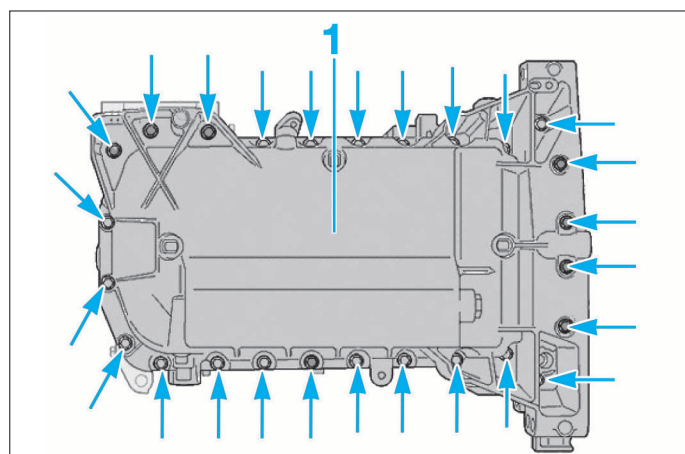
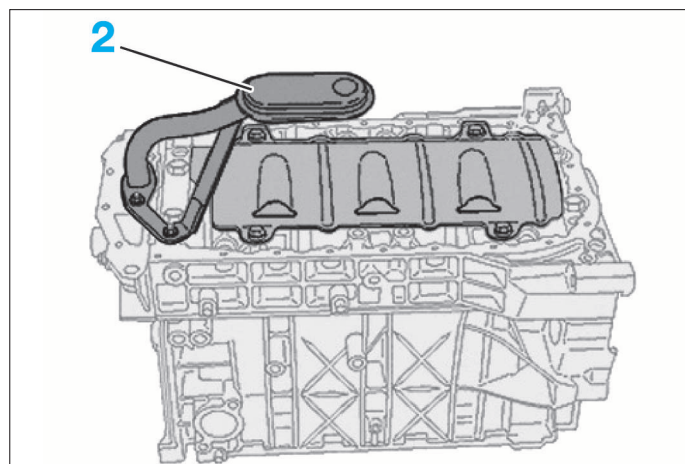

FIG. 41
FIG. 42
- les vis de fixation du carter inférieur (Fig.41),
- le carter inférieur d'huile (1),
- la crépine (2) (Fig.42),